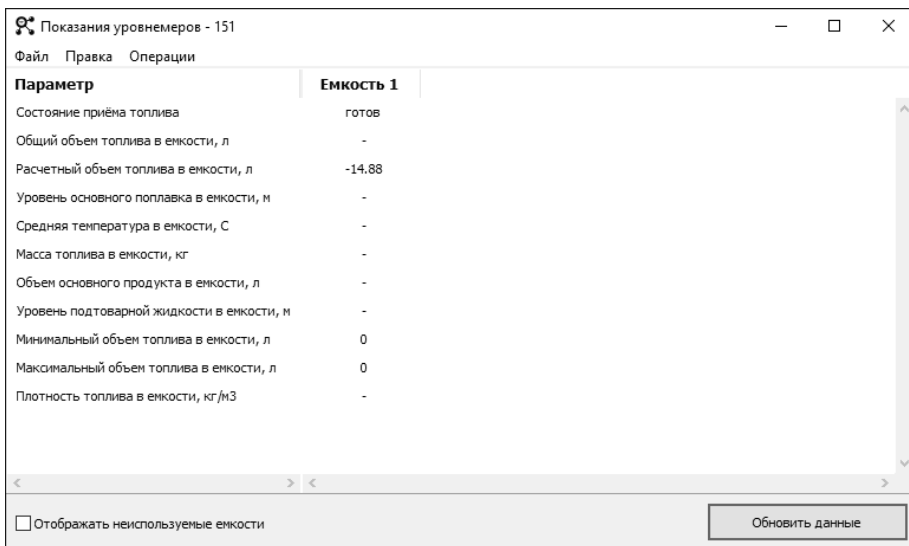

Рисунок 17
- в появившемся окне (рисунок 17) будут отображаться текущие состояния емкостей, подключенных к данному устройству.